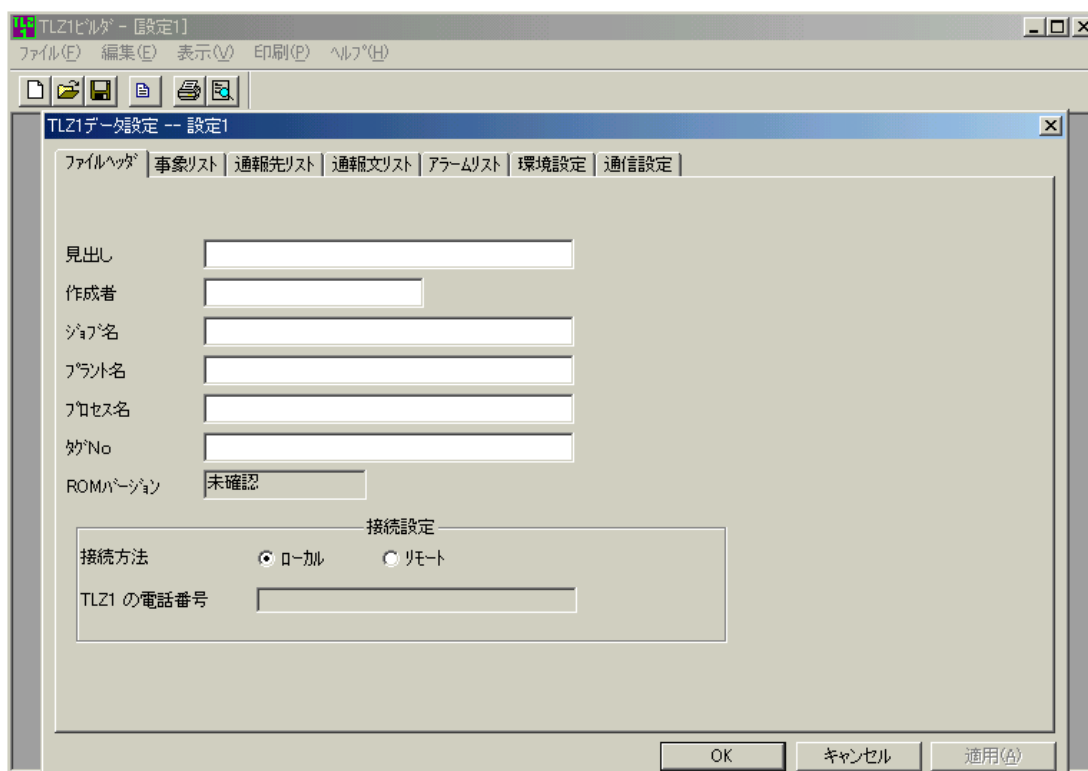
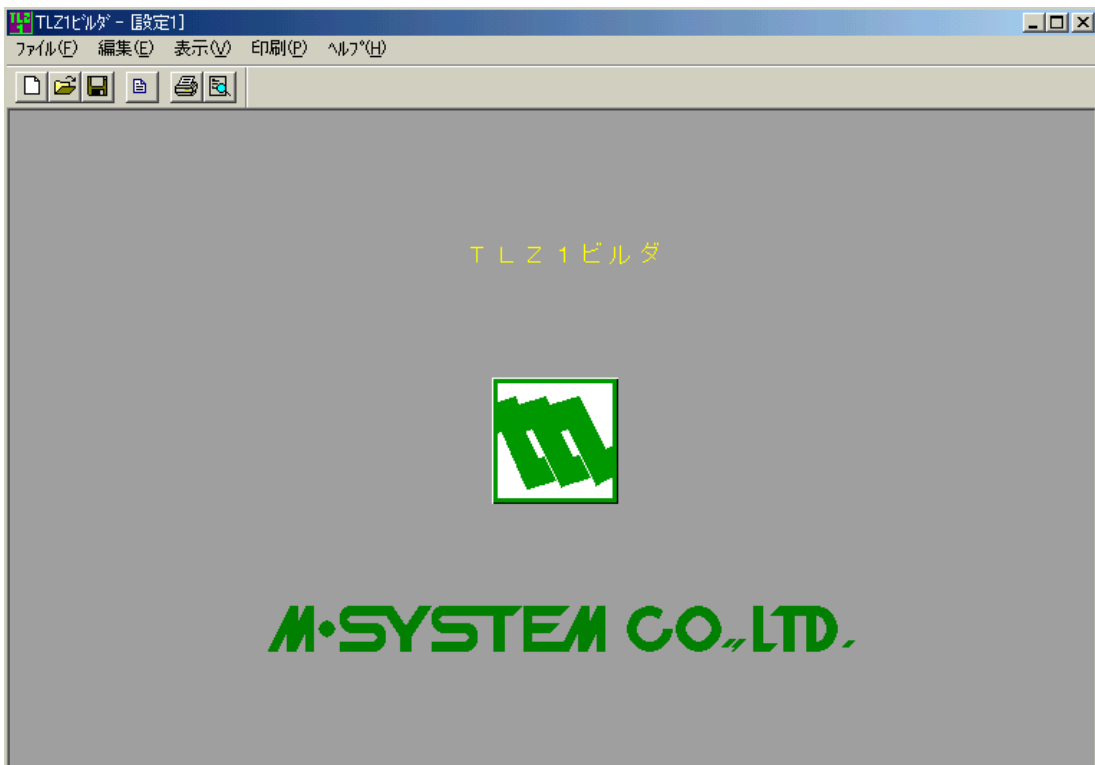
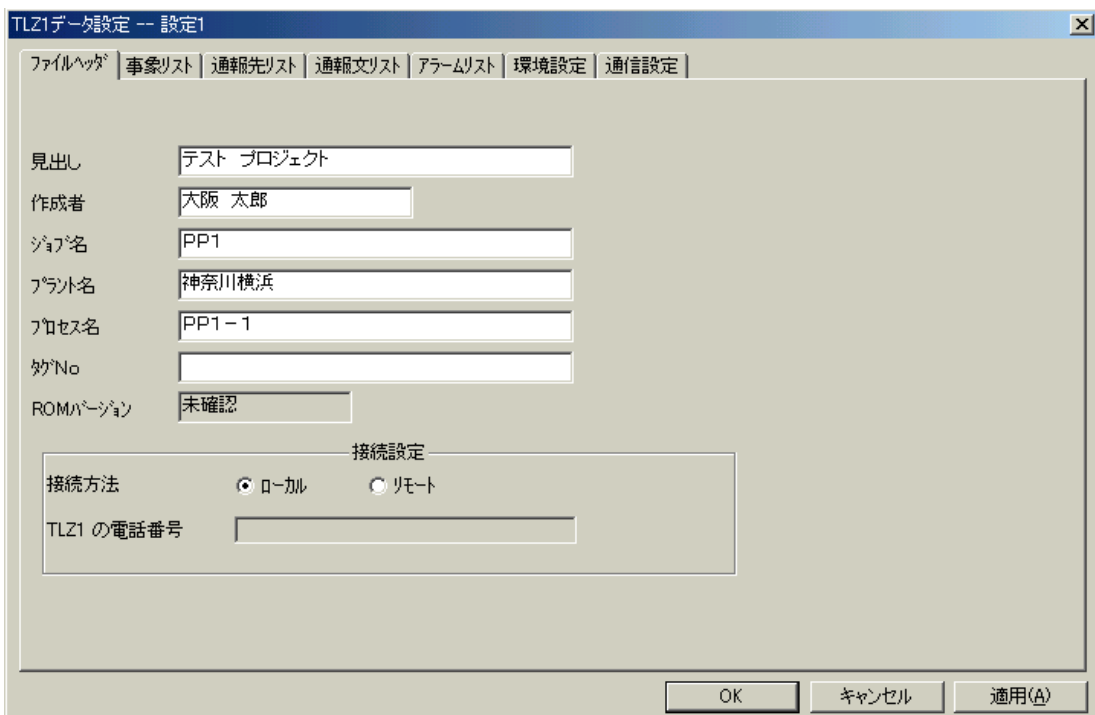

図3:ビルダアイコンからの TLZ1BLD 起動画面
図4:TLZ1BLD フレーム画面
図5:既存ファイルからの TLZ1BLD 起動画面
- 1) デSKTOP上の TLZ1BLD アイコンをダブルクリックすると TLZ1BLD が起動されて、図3の TLZ1BLD 起動画面が表示されます。実際には図4のフレーム画面の上に、このファイル画面が重なって表示されています。ファイル名はまだ設定されていないので、“設定1”になっています。
- 2) すでに定義されている（作られている）設定ファイルは、専用のファイルアイコンが付けられて Windows ファイルとして保管されています。このアイコンをダブルクリックすることによっても TLZ1BLD は起動され、そのファイルが呼出されてファイル画面が表示されます。この場合、そのファイル名がタイトル行に表示されます。その例を図5に示します。図4のフレーム画面上に重なって表示されていることは、1) 項と同様です。
- 4) ファイル画面で **OK** ボタンをクリックするとファイル画面が隠れて、図4のフレーム画面が現れて、有効になります。
- 6) アイコンメニューの左から4番目は **編集設定** で、これをクリックすると現在隠れている呼出し中の設定ファイルが再表示されて有効になり、図3または図5の状態に戻ります。